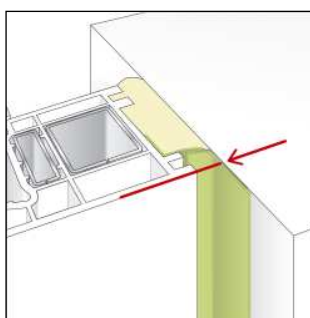

Fig 3
4. Trekk av beskyttelsesfolien på butylsiden, og fest butylstripen mot veggen slik at den flukter med vinduskarmen (fig. 3). På svært porøse flater brukes illbruck Butylprimer for å få bedre feste.